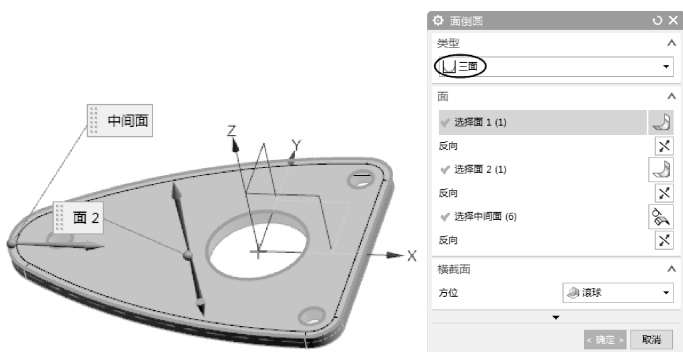

图 3-102 创建面倒圆
- 03 在【特征】组中单击【面倒圆】按钮，在【面倒圆】对话框中设置【三面】类型，然后依次选择拉伸特征上表面、下表面和侧面，创建如图 3-102 所示的面倒圆。